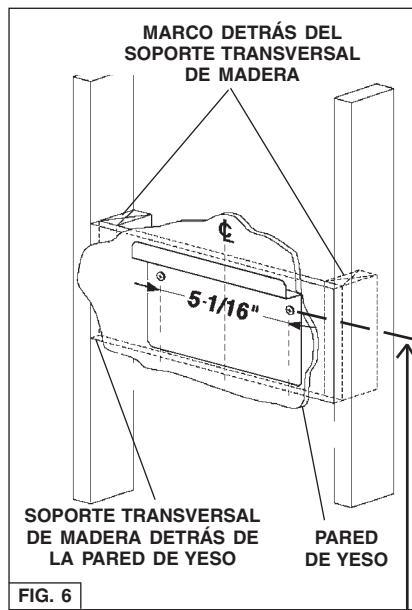

FIG. 6
- Construya un **marco** de madera para la pared que esté nivelado con la superficie interior de los puntales de la pared. Fig. 6. Asegúrese de lo siguiente:
- Una vez terminada la superficie de la pared**, fije el soporte de montaje al marco con (2) tornillos de montaje de 4.8 x 38 mm. Consulte la siguiente tabla para obtener la ubicación del soporte de montaje.